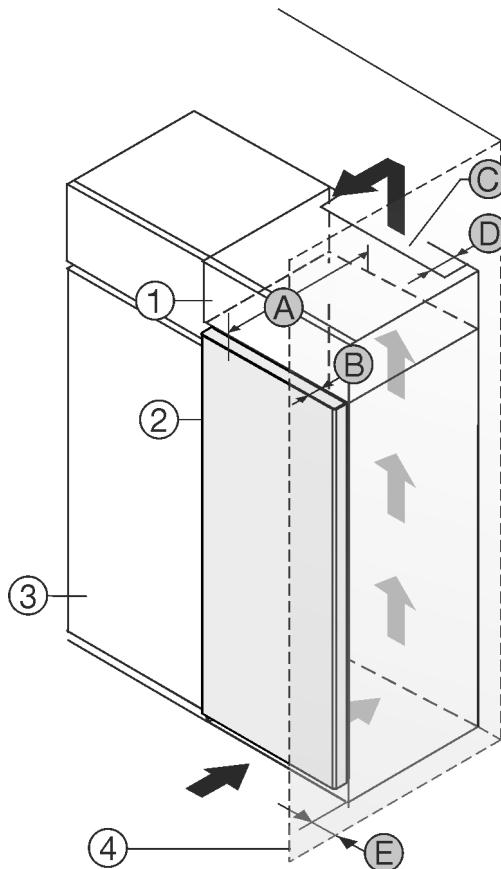

Fig. 1
Ви можете встановити пристрій безпосередньо поряд із кухонною шафою Fig. 1 (3).*
Зі зворотного боку шафи для встановлення на пристрой слід передбачити вентиляційну шафу завглишки Fig. 1 (D) на всю ширину цієї шафи.*
Слід дотримуватись вентиляційного отвору Fig. 1 (C) в стелі приміщення.*
Якщо пристрій із шарнірами встановлюється поряд зі стіною Fig. 1 (4), відстань між пристроєм і стіною повинна бути не менше 13 мм.*
Щоб мати можливість повністю відкривати дверцята, потрібно, щоб пристрій виступав на відстань глибини дверцят Fig. 1 (B) відносно передньої панелі кухонної шафи. Залежно від глибини кухонних шаф Fig. 1 (3) та використання пристінних розпірок пристрій може ще більше виступати вперед.*